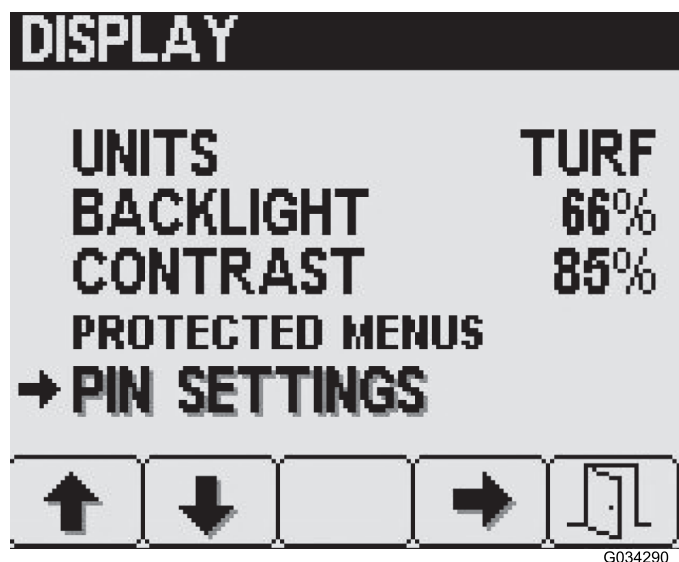

图14
1. 按下 Display（显示）设置屏幕上的 2 号按钮直至到达各个 PIN Settings（PIN 设置），然后按 4 号按钮选择 PIN Settings（PIN 设置）（图14）。